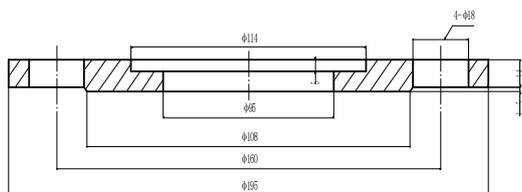
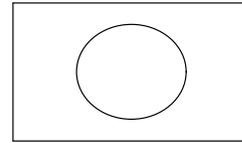
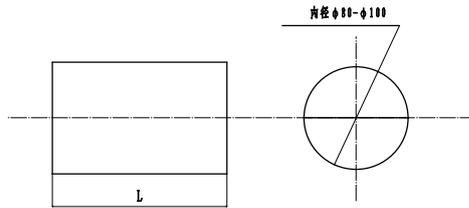

图3 (法兰)
图4(钢板)
图5 (钢管)
(2) 准备法兰、钢板及钢管(见图 3、图 4、图 5)
钢板尺寸约 300X500mm，铁皮仓顶不用此板，水泥仓顶应准备此板。在铁板上开孔，孔径=铁管外径厚度 $\delta = 8 \sim 10\text{mm}$ 。(见图 4)
如料仓为露天，需要加防霜罩，所以 L 要求固定到仓顶后高度为 100mm 左右，如在有房屋条件下，可加长至 300~400mm。(见图 5)